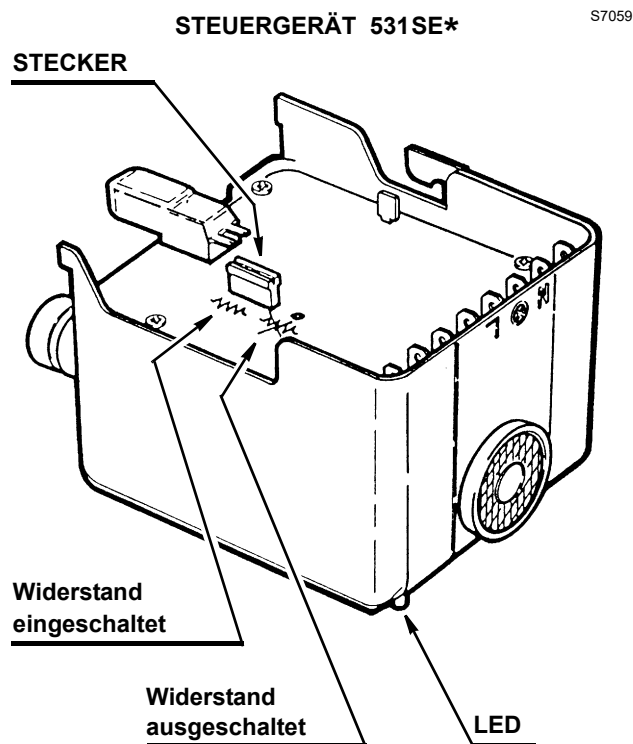

Abb. 20
- Wenn der Motor nicht startet, so bedeutet dies, dass der Defekt weder am Verzögerer, noch an der Heizpatrone liegt, sondern anderswo zu suchen ist (Abb. 20).